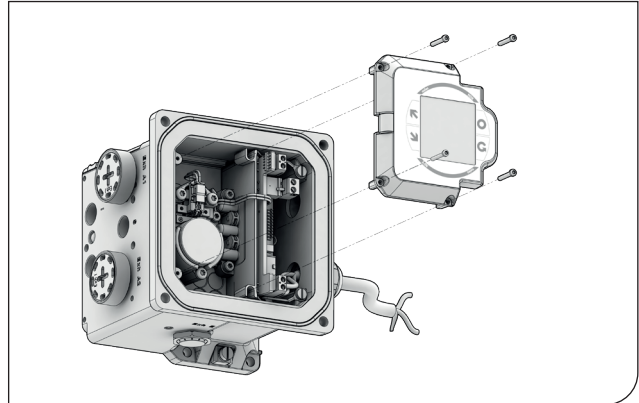

Fig. 93. NDX_511_ e NDX_512_
- Solte os parafusos da tampa do pré-estágio e remova-a (Fig. 93, aplica-se apenas ao NDX1510_)